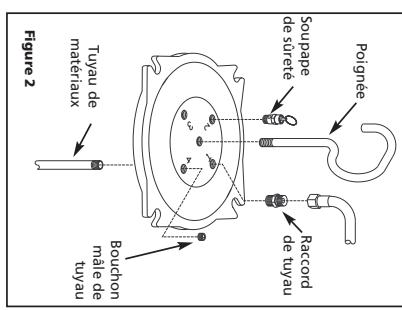

Figure 2
- Installer le raccord de tuyau flexible dans l'orifice #1 du couvercle de réservoir du haut (Voir Figure 2).